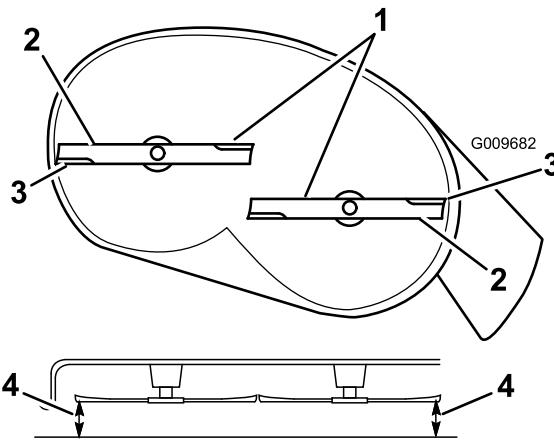

Figura 48
- Gire cuidadosamente las cuchillas hasta que estén todas orientadas lateralmente (Figura 48).
- Mida entre los bordes de corte exteriores y la superficie plana (Figura 48).